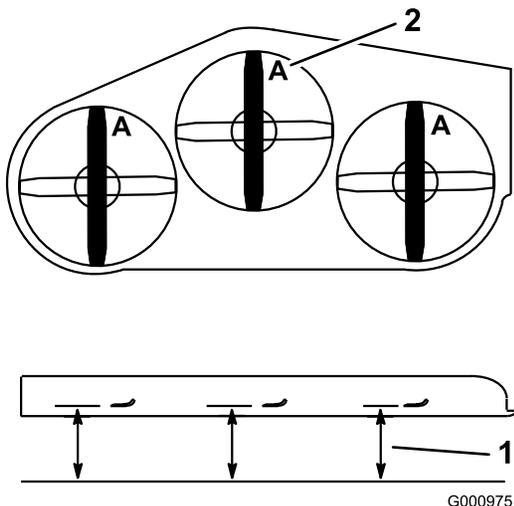

図 78
4. Aの位置で(図78)、平らな床面からブレードの刃先までの高さを測る。